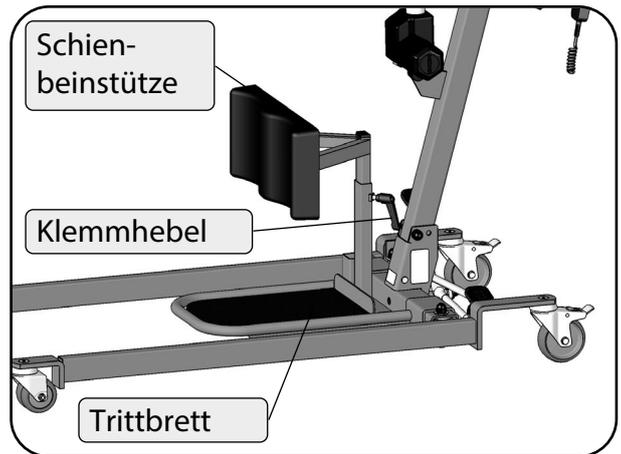

Abbildung 32
19. Setzen Sie das Trittbrett auf das Querrohr des Fahrwerks auf (Abbildung 32).
20. Stecken Sie die Schienbeinstütze in das Aufnahmerohr am Trittbrett ein und fixieren Sie sie mit dem Klemmhebel in der entsprechenden Höhe (Abbildung 32). Die Oberkante der Schienbeinstütze muss ca. 1 bis 2 cm unterhalb der Kniescheibe des Patienten liegen.
**Hängen Sie die Gurtschlaufen niemals an die Rändelmutter oder die Sterngriffschrauben (Abbildung 31 und Abbildung 32)!**